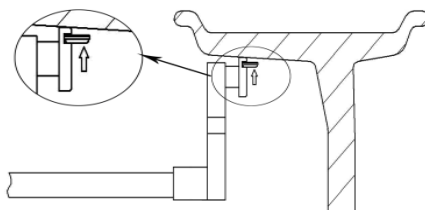

Рисунок 10-11
10.3.9 Установите грузик соответствующего размера на головку измерителя. Медленно вращайте колесо, пока не загорятся все огоньки индикаторов внешнего дисбаланса (рисунок 5-1(9)). Наведите измеритель, пока не загорятся все огоньки внутреннего дисбаланса (рисунок 5-1(4)). Поверните измеритель. Зафиксируйте грузик на диске, рисунок 10-11.